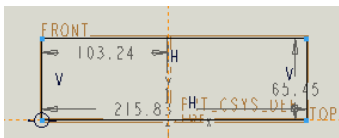

图 1-5 绘制的矩形平面图
(6) 单击草绘工具栏中的“创建矩形”按钮 , 然后在草绘区适当位置单击鼠标左键确定矩形起点, 移动鼠标光标至左下方单击鼠标左键确定矩形终点, 再双击鼠标滑轮确定当前操作, 结果如图 1-5 所示。